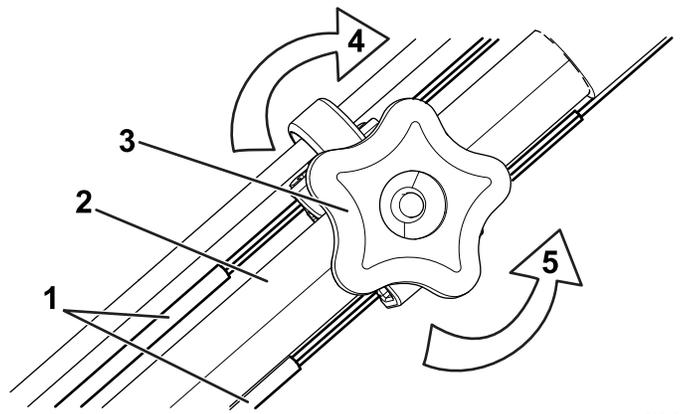

図 28
- 調整ねじを左に回してケーブルの調整をゆるめる 図 28。
- 両方のケーブル 図 28 を押し引きして適当なテンションに調整できたら、両方が同じ長さになるようにしてその位置に保持する。